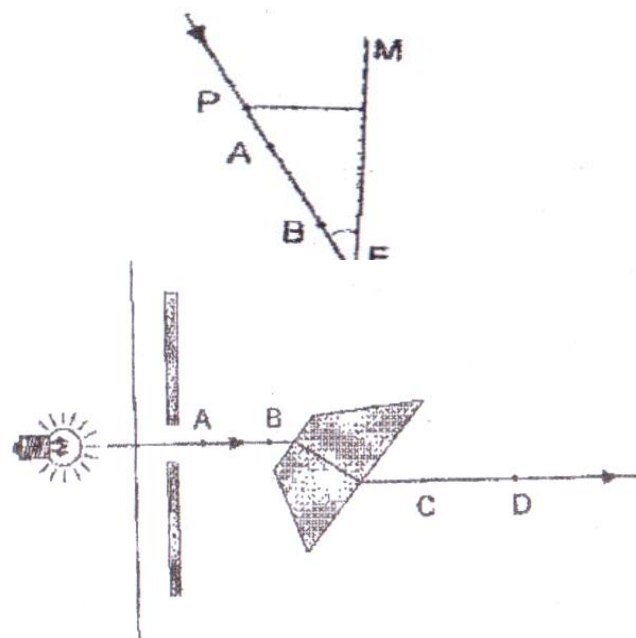

Рис. 1. Установка
1. Соберите установку, как показано на рис. 1. Лампу, ключ и экран установите на планшете. Лампу и ключ соедините последовательно и подключите к источнику электропитания. Экран разместите в 3–4 см от лампы. Луч света, пройдя через щель экрана должен распространяться перпендикулярно его плоскости.
4. Для построения хода луча внутри пластины сделайте на листе бумаги по две отметки на падающем на пластину луче и луче, вышедшем из пластины (точки *A*, *B*, *C* и *D*) на (см. рис. 1).